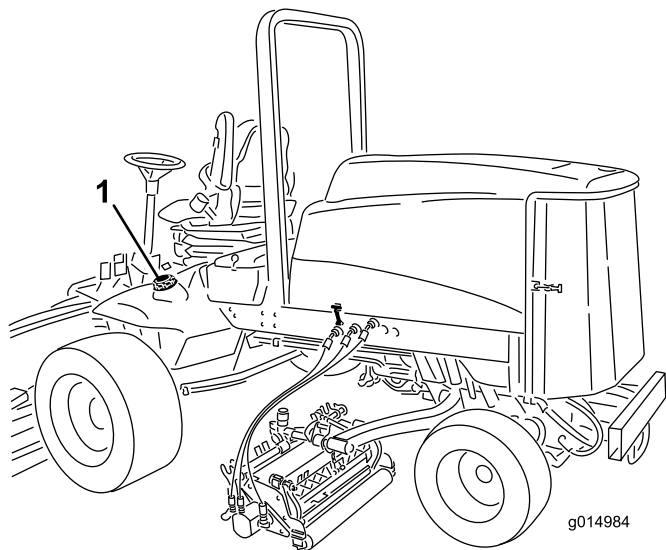

Bild 37
1. Schrauben Sie den Tankdeckel ab (Bild 37).